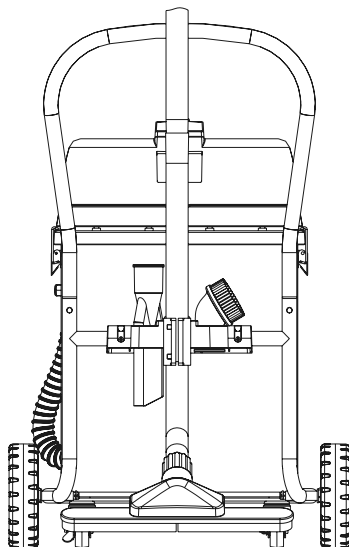

Fig. 13 – Espaço para armazenagem de acessórios
- No aspirador há um espaço destinado para guardar os tubos extensores e bocais, conforme mostra a Fig. 13;